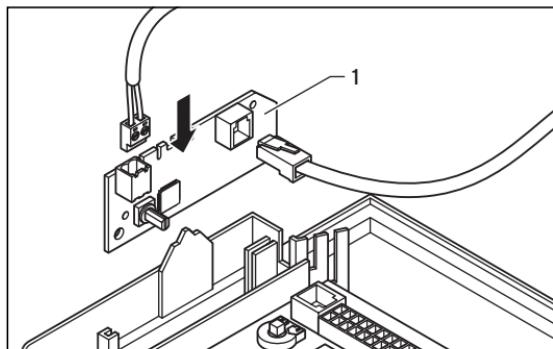

Abb. 4.2 Buskopplerplatine einbauen
- Schieben Sie die Platine (1) mit dem Clip in die Aussparung (2) des Schaltkastens.
- Schließen Sie die Busleitung (3) an der beiliegenden Anschlussklemme (4) an.
- Stecken Sie die Anschlussklemme (4) der Busleitung in den Steckplatz (5) auf der Buskopplerplatine.
- Bauen Sie die Buskopplerplatine entsprechend Abb. 4.2 in den Schaltkasten ein.